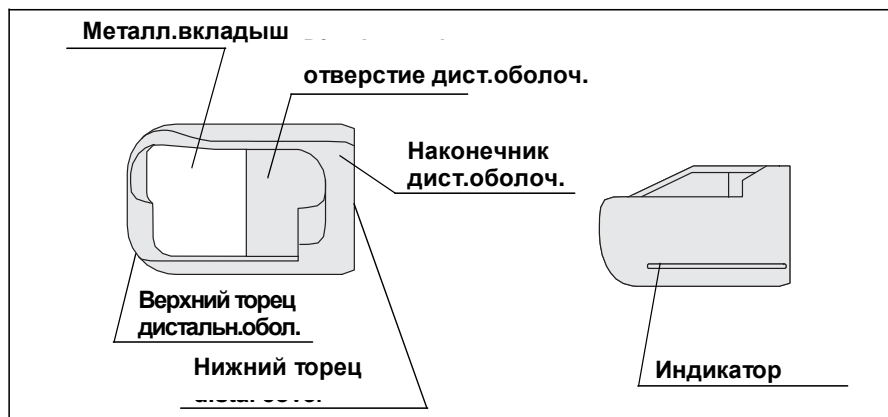
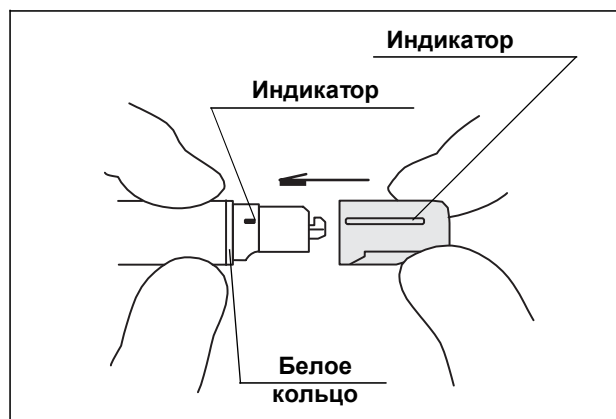

Рис. 3.10
Рис. 3.16
2. Аккуратно держите оболочку отдела изгиба как можно ближе к дистальному концу (Рис. 3.16). Держите верхний конец дистальной оболочки металлическим вкладышем (см. Рис. 3.10). Сопоставьте индикатор на белом кольце с индикатором дистальной оболочки.